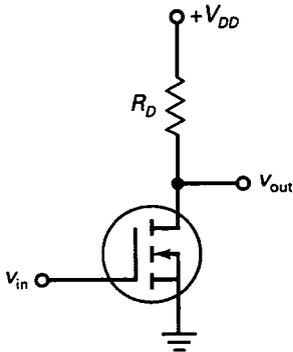

Figura 14-12.
La Figura 14-12 muestra un MOSFET de enriquecimiento con una carga pasiva. La palabra *pasiva* se refiere a una resistencia normal, como R_D . En este circuito, v_{in} puede ser alta o baja. Cuando v_{in} está en nivel bajo, el
Un circuito como el representado en la Figura 14-12 es el circuito de ordenador más simple que se puede construir. Se denomina *inversor*, ya que la tensión de salida es de nivel opuesto a la de entrada. Cuando la tensión de entrada está en nivel alto, la tensión de salida está en nivel bajo. Los circuitos de conmutación son menos exigentes que los amplificadores. Lo único que se requiere en los circuitos de conmutación es que las tensiones de entrada y de salida se puedan reconocer fácilmente, ya sea en nivel bajo o en nivel alto.
Los circuitos integrados (CI) constan de miles de transistores de tamaño microscópico, bipolares o MOS. Los primeros circuitos integrados también incluían resistencias de carga pasivas como la de la Figura 14-12. Pero una resistencia de carga pasiva tiene una gran desventaja: su tamaño es mucho mayor que el de un MOSFET. Por ello, los circuitos integrados con resistencias de carga pasivas eran de mayor tamaño que los que se utilizan actualmente. Alguien encontró una solución al problema al inventar *resistencias de carga activas*. Éstas redujeron el tamaño de los circuitos integrados, lo que dio lugar a los ordenadores personales que tenemos hoy día.